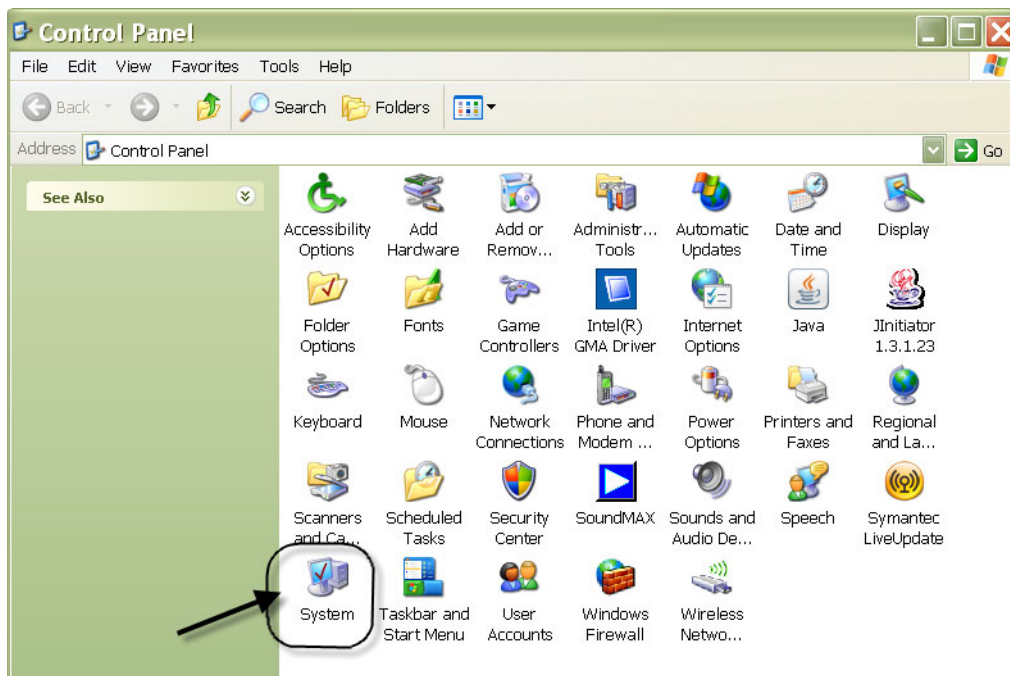

FIG. 191
2. Le Panneau de commandes est illustré à la FIG. 191.